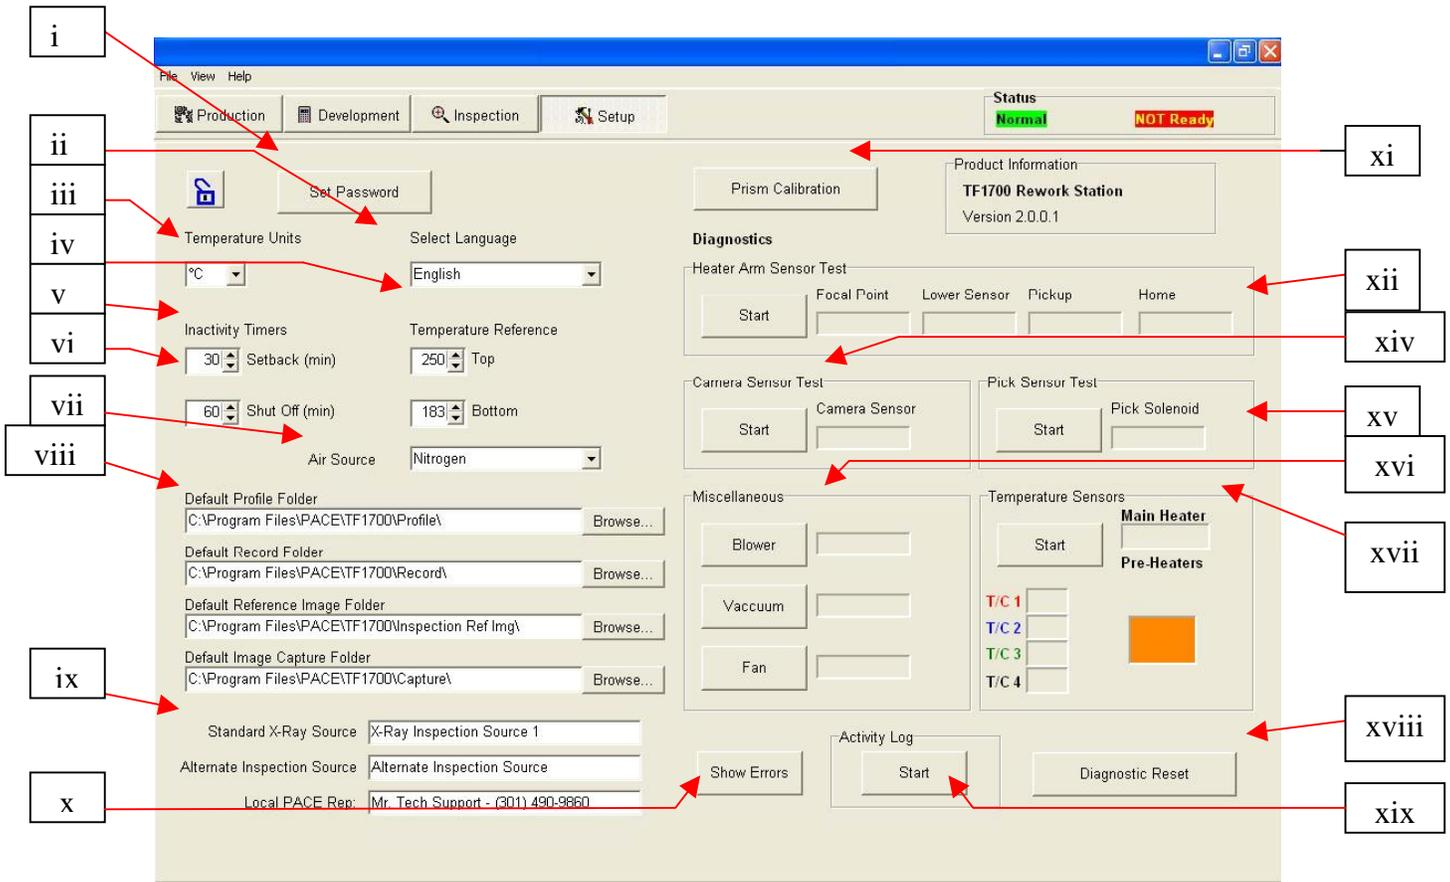

Figura 4a
e. Funzioni della schermata di configurazione del software. (Figura 4a)